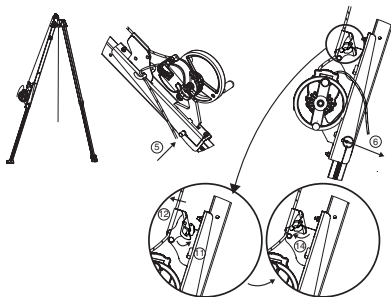

Fig. 9
BELANGRIJK: Let op de montagerichting: de blokkeerinrichting van de streng dient naar de bovenkant van de tracpode-drievoet gericht te zijn (Fig. 9).
5. Plaats de verankerbroche van de console van het derope™-toestel UP R. Deze verankerbroche heeft twee functies: vergrendelen van de poot van de tracpode-drievoet en verankeren van de console van het derope™-toestel UP R op deze poot (Fig. 9, 5).
6. Vergrendelen van de verankerbroche door de clipstift (Fig. 9, 6).
11. Open de kleminrichting van de streng van de console (Fig. 9, 11).
12. Plaats de streng die uit het derope™-toestel steekt in de kleminrichting van de streng van de console (Fig. 9, 12).
14. Sluit de kleminrichting van de streng (Fig. 9, 14).